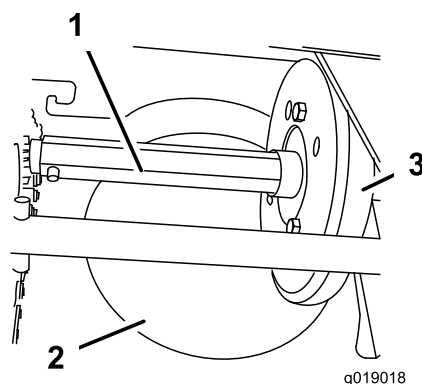

Figure 34
Graissez légèrement l'arbre hexagonal une fois par an avec de l'huile moteur de type automobile (Figure 34).
**Important:** Veillez à ne pas faire couler d'huile sur la roue en caoutchouc ou la poulie à friction en acier, car cela fera patiner la transmission (Figure 34).